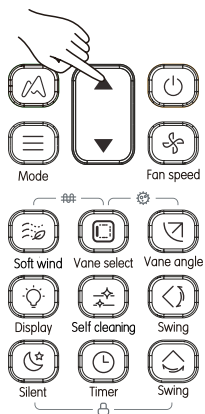

Рисунок 4.4
- ② Нажатием кнопок  и  отрегулируйте код параметра.
- ③ Нажмите кнопку , чтобы открыть страницу настройки параметров, затем нажмите кнопку «» или «», чтобы выбрать значение параметра. Параметры настройки указаны в списке расширенных настроек параметров (см. Рисунок 4.4).